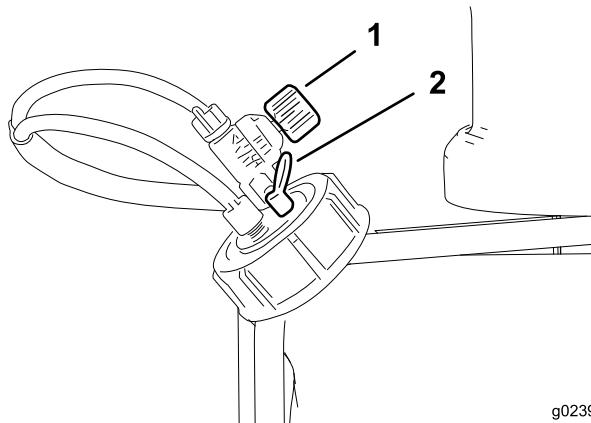

Figure 29
- RÉGULATEUR DE MOUSSE – Il contrôle la consistance de la solution moussante. Le réglage du régulateur permet de contrôler la quantité de solution moussante envoyée aux buses. Plus le débit augmente, plus l'application de mousse sera fréquente, et plus le débit diminue, moins l'application de mousse sera fréquente (Figure 29).
- CLAPET DE DÉCHARGE – Tirez la languette rouge sur le bouchon du réservoir pour évacuer la pression du réservoir (Figure 29).